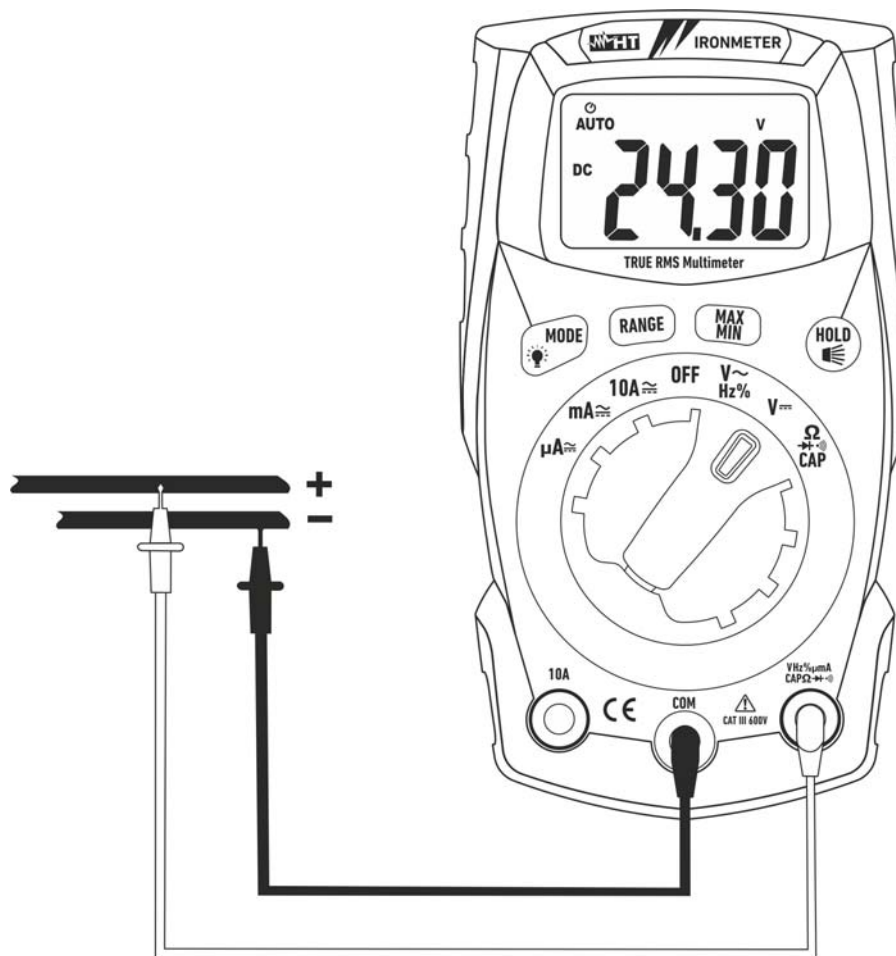

Abb. 3: Verwendung des Gerätes für Gleichspannungsmessung
3. Verbinden Sie die rote Messleitung und die schwarze Messleitung mit dem jeweils positiven und negativen Potenzial des zu messenden Kreises (siehe Abb. 3). Der Spannungswert erscheint auf dem Display.
5. Das Symbol "-" auf dem Display des Gerätes gibt an, dass die Spannung die umgekehrte Richtung mit Bezug auf den Anschluss in Abb. 3 hat.